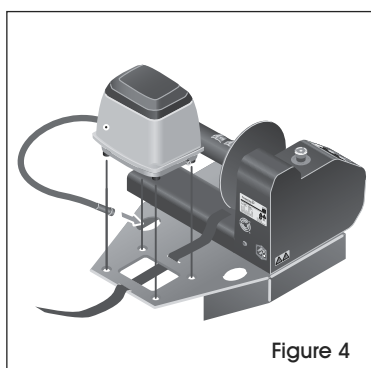

Figure 4
5. Enfilez la sangle autograppante à travers les fentes du plateau métallique. (Voir Figure 4). Installez la pompe à air à l'arrière de l'appareil en alignant les pieds en caoutchouc de la pompe à air sur les trous de l'ensemble du plateau.